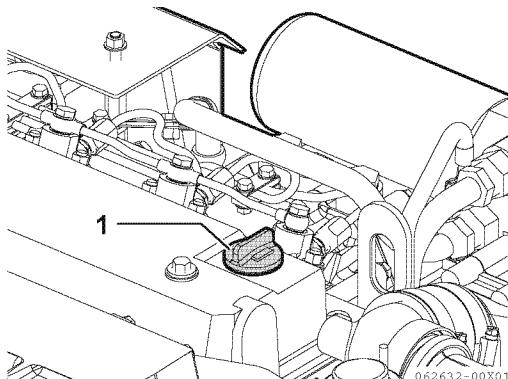

Figure 7
- Retirez le bouchon du port de remplissage d'huile jaune (**Figure 7, (1)**) et remplissez avec de l'huile pour moteur.